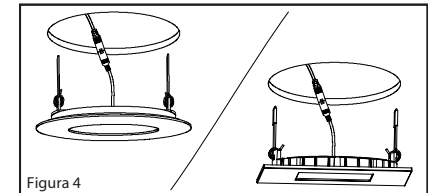

Figura 4
6. Sube los ganchos de resorte en el accesorio hacia arriba y a través del recorte. Los ganchos de resorte deben cerrarse sobre el techo y asegurar el módulo LED empotrado en su lugar. (Figura 4)